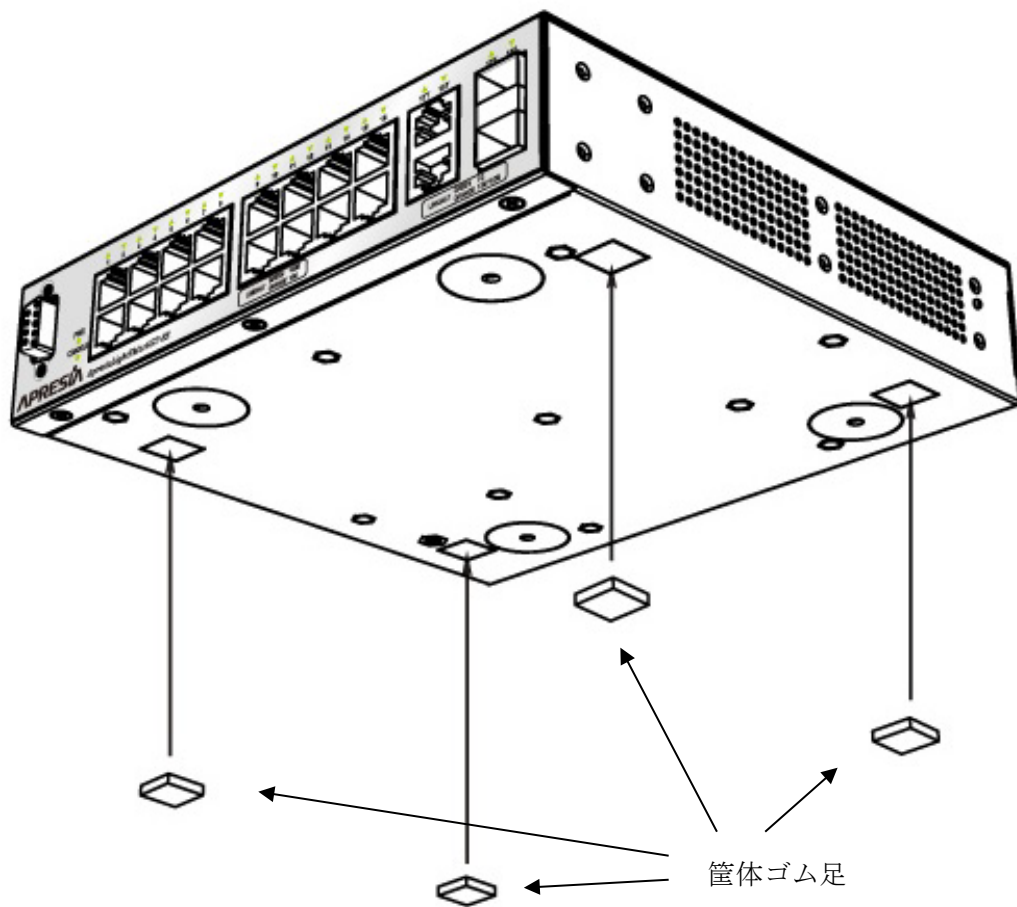

図 3-17 筐体ゴム足の取り付け方法
- ①筐体ゴム足の剥離紙を剥がします。
- ②製品底面の四角印(4ヶ所)にゴム足を貼り付けます。(図 3-17 参照)